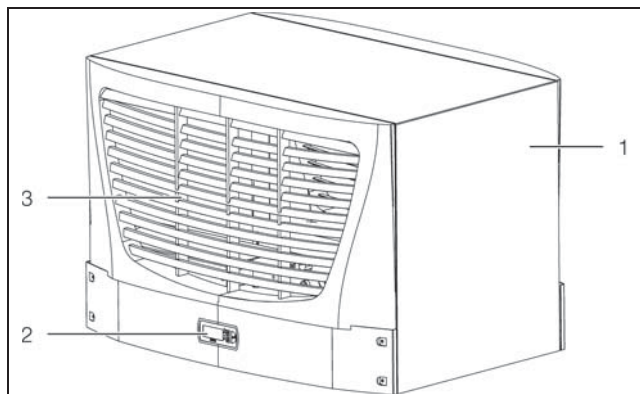
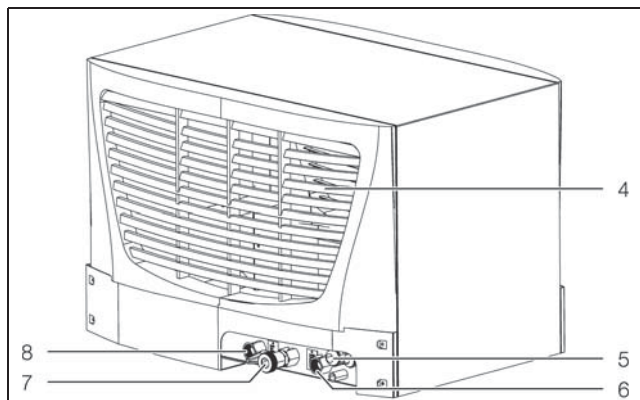

Fig. 1 : Vue de face (3318.600, 3318.610, 3319.600, 3319.610)
Fig. 2 : Vue arrière (3318.600, 3318.610, 3319.600, 3319.610)
Embout de vidange de la cuve (fig. 2, pos. 7) uniquement pour les modèles 3318.600 et 3319.600
Légende pour fig. 1 et fig. 2